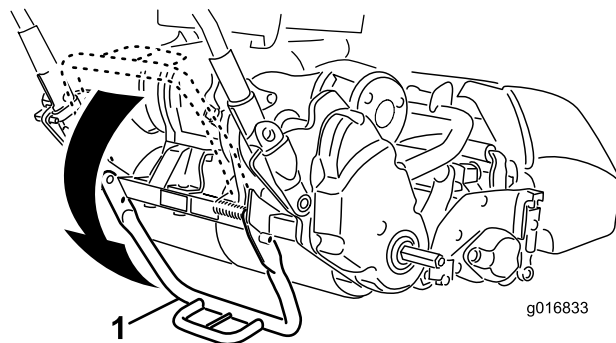

图7
1. 把脚放在支撑架的中央位置，踩下支撑架，向上拉起中下部手柄，直至支撑架向前旋转并通过中心位置（图7）。